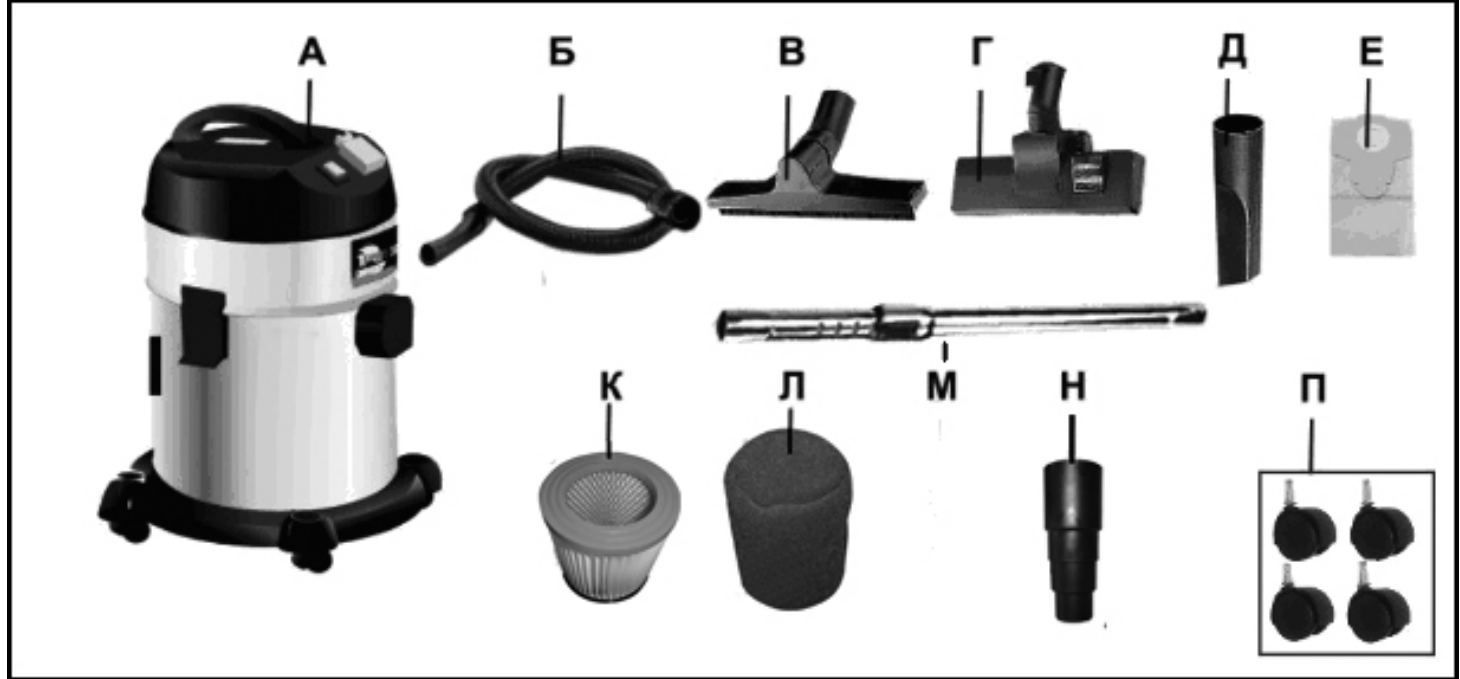

Рис. 1
3.1. В комплект поставки входит (Рис. 1):